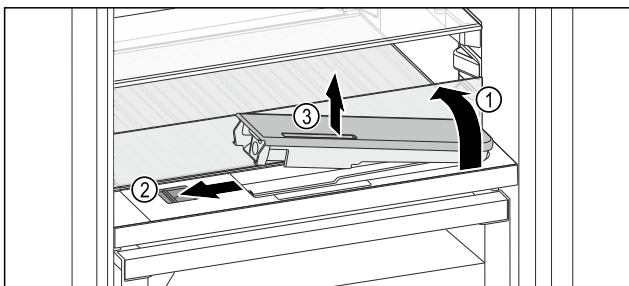

Fig. 148
- ▶ Поднять стеклянную панель и откинуть до упора назад Fig. 148 (1).
- ▶ Сдвиньте ползунок Fig. 148 (2) влево.
- ▶ Вынуть бак для воды Fig. 148 (3).